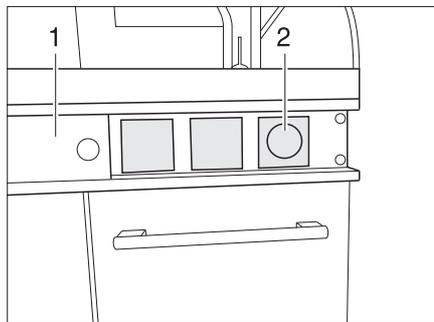

Bild 9 Variante 1: Schalter für Zentralverriegelung der Küchenbedienzeile
Die Küchenbedienzeile ist mit einer Zentralverriegelung ausgestattet. Die Klappen und Schubfächer des Küchenblocks lassen sich über den Schalter (Bild 9,2) manuell verriegeln und entriegeln.
- Blende (Bild 9,1) nach links schieben.
- Schalter (Bild 9,2) drücken. Klappen und Schubfächer des Küchenblocks sind verriegelt bzw. entriegelt.
- Blende (Bild 9,1) nach rechts schieben.